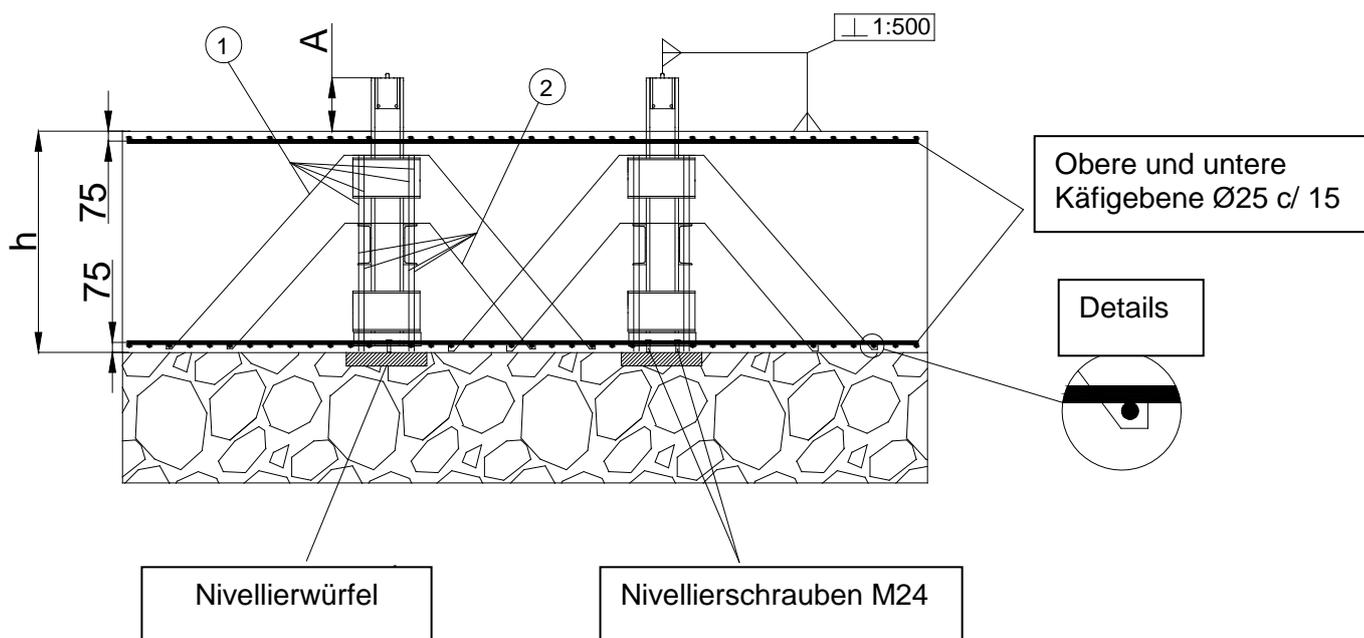

Abbildung 1
4.- Nachdem Sie das untere Netz platziert und den Kranabschnitt im Graben nivelliert haben, sollten Sie mit dem Setzen der Anker für die Schenkel des Einfügungsabschnitts fortfahren, siehe Abbildung 1. Jeder Schenkel muss 8 Anker vom Typ 1 auf den oberen Verriegelungsdornen und Anker vom Typ 2 auf den zentralen Verriegelungsdornen haben, jeder Einfügungsabschnitt hat 32 Anker vom Typ 1 und 32 Anker vom Typ 2. Das äußerste Ende der Anker muss am unteren Netz befestigt werden, wie in den Details aus Abbildung 1 dargestellt.